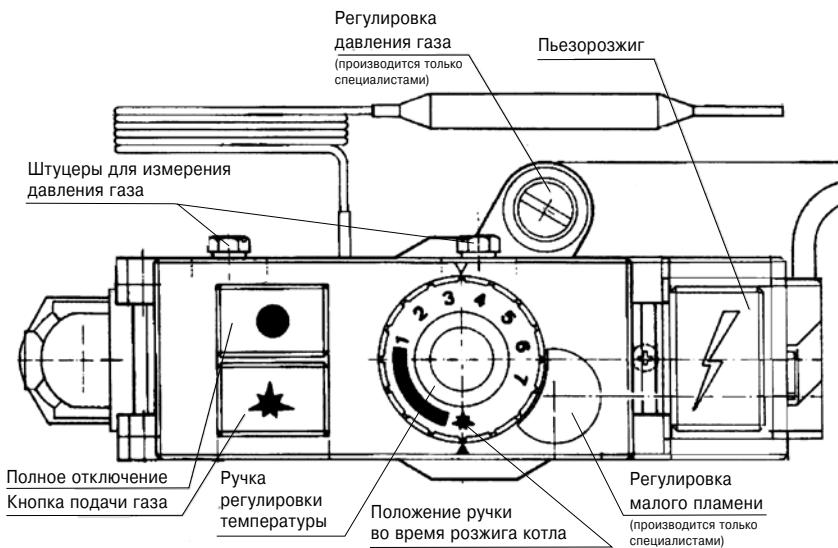

Рис. 6.
**Для котлов мощностью от 25 до 30 кВт с газогорелочным устройством на основе итальянской автоматики «710 MINISIT» и инжекционной горелки Polidoro (см. рис. 6)**